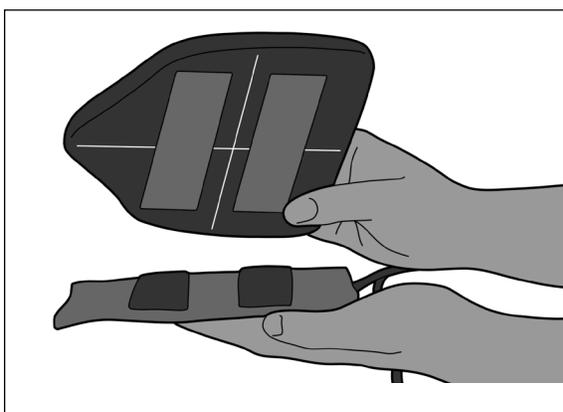

Figure 1
1. S'assurer que la palette est correctement alignée avant de l'attacher à la vessie (Figure 1). Aligner la fermeture autoagrippante.